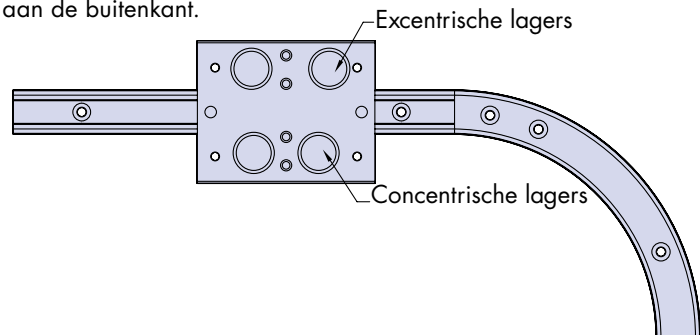

Figuur 4.3 De verbindingen wetten
4.3 Eenmaal in positie, kan een lichte behandeling met een oliesteen/wetsteen nodig zijn (figuur 4.3). Dit zal een minimum aan materiaal weghalen om zo een glad oppervlak tussen geleiding en segment te creëren. De verbinding kan dan getest worden met een wagen om te bevestigen of de vereiste kwaliteit behaald is.